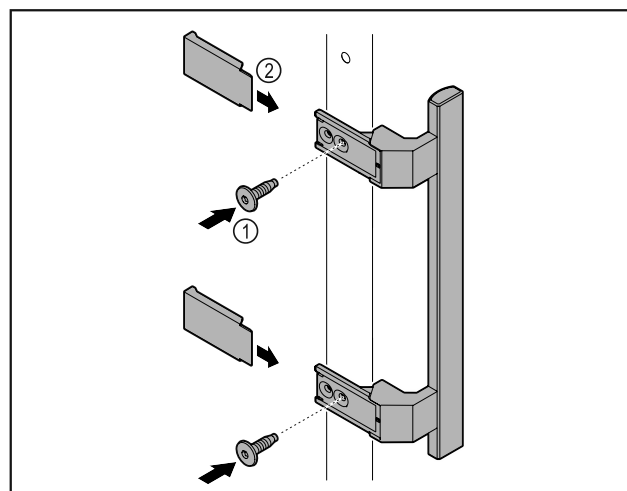

Fig. 7
- ▶ Pritvirtinkite rankeną iš priedų pridamais varžtais *Fig. 7 (1)* prie durų.
- ▶ Uždėkite dengiamąjį plokštelę *Fig. 7 (2)*.